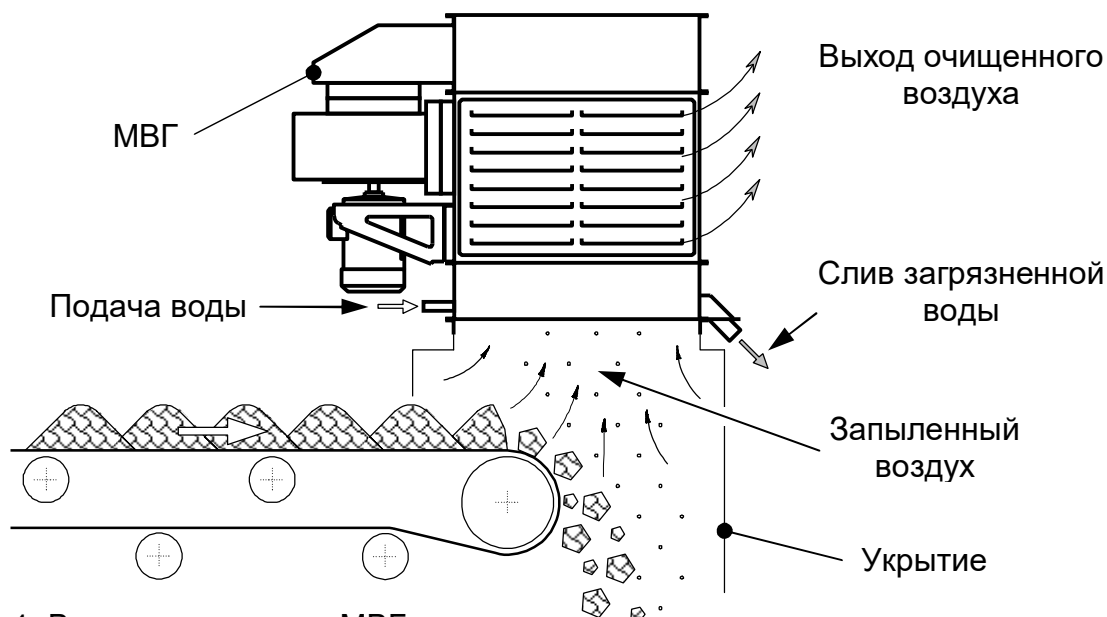
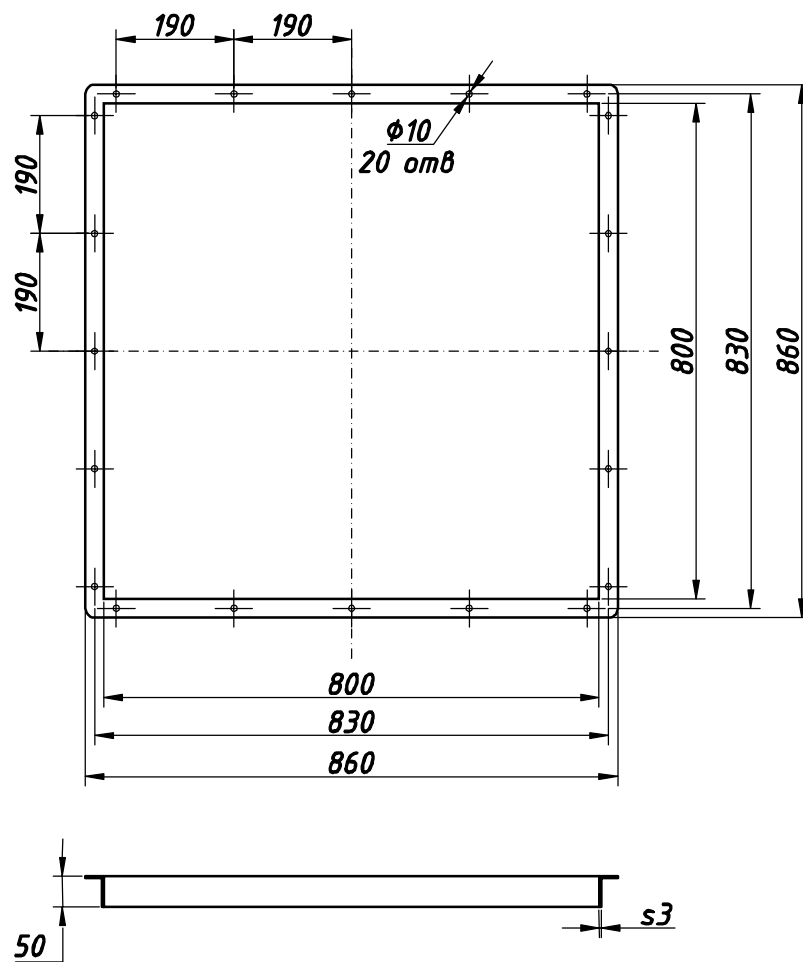

Рис. 1. Вариант установки МВГ
Рис.10. Монтажная рамка.
6.4. Необходимо приварить к укрытию монтажную рамку (см. рис.10), поставляемую в комплекте, разместить на нее МВГ и скрепить их болтами (см рис.1). Отклонение МВГ от вертикали должно быть не более 3°.